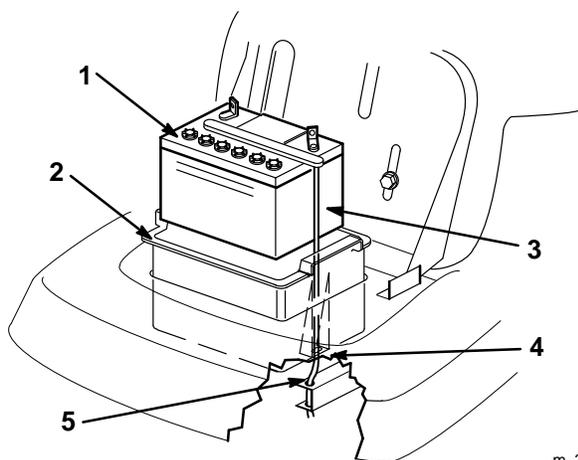

Figure 21
5. Retirer du châssis le bac à batterie, la batterie et le long tuyau d'aération (Fig. 21).
1. Placer la batterie dans le bac à batterie et faire passer le long tuyau d'aération dans la gouttière en ressortant par la fente au fond du bac (Fig. 21).
Important : Si l'on regarde dans la découpe du châssis destinée à recevoir le bac à batterie, on peut voir un trou à l'extrémité de l'élément de droite du châssis (Fig. 21). Le long tuyau d'aération de la batterie doit toujours passer dans ce trou pour éviter que l'acide de la batterie ne corrode la tondeuse et le plateau de coupe.
- Placer le bac à batterie et la batterie dans le châssis (Fig. 21). Veiller à faire passer l'extrémité du tuyau d'aération dans les trous du châssis (Fig. 21).